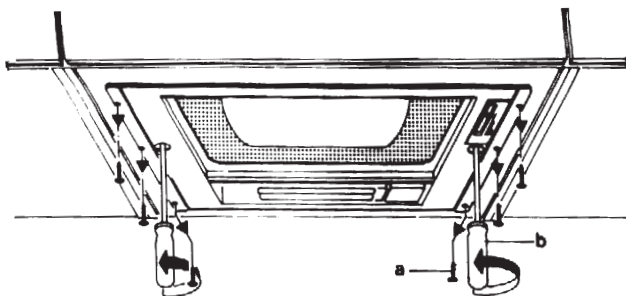

Fig. 9
- Afrouxar os parafusos das duas molas. **Fig. 9.**